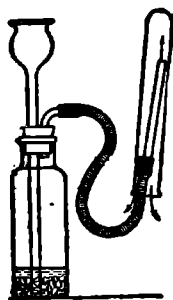

Рис. 36. Наполнение пробирки водородом. Водород вытесняет воздух из опрокинутой пробирки.
Пользуясь легкостью водорода, можно наполнять им сосуды и не над водой. Водород впускают в перевернутый книзу отверстием сосуд (рис. 36).
Обычно при *испытании чистоты выделяющегося из прибора водорода* так и поступают: наполняют пробирку водородом по способу вытеснения воздуха (рис. 36) и затем подносят к поставленной на *некотором расстоянии* лампочке. Нужно только достаточно долго пропускать водород и не спешить подносить пробирку к огню, так как в пробирке, не нацело наполненной чистым водородом, будет происходить взрыв смеси водорода с оставшимся воздухом.
■ **Опыт 1.** Получите водород в приборе, изображенном на рис. 36. *Испытайте*, чистый ли идет водород, и после этого (*не раньше!*) зажгите водород у конца трубки.